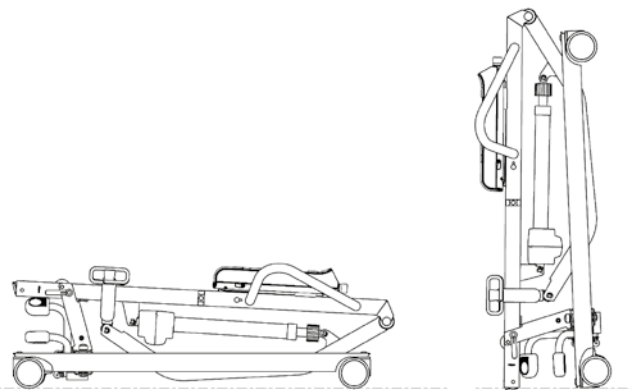

Fig. 24 : Vue de profil sur le lève-patient basculé de la position repliée à la position verticale
3. Faire pivoter les roues afin de les positionner dans l'axe des longerons pour qu'elles soient alignées dans les découpes des longerons (voir figure 24).